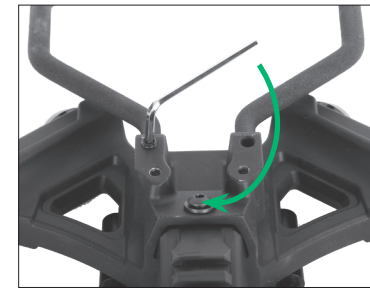

FIGURE 6
2a Fije el estribo en el mango con los 2 tornillos del estribo empleando (M) la llave hexagonal pequeña. (Fig. 6)